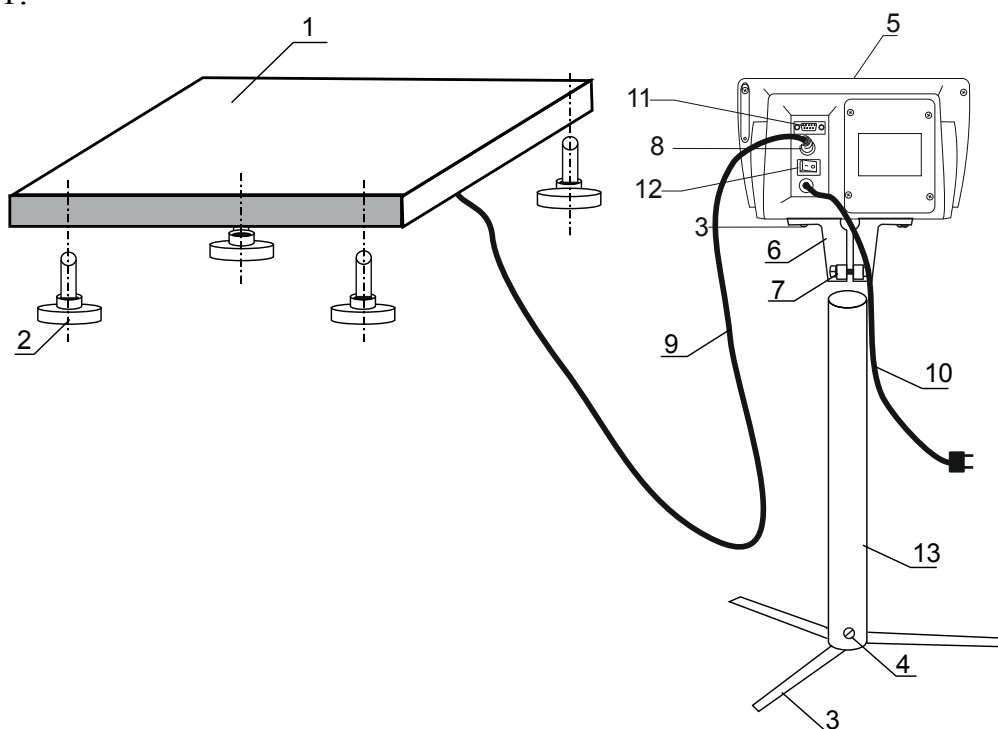
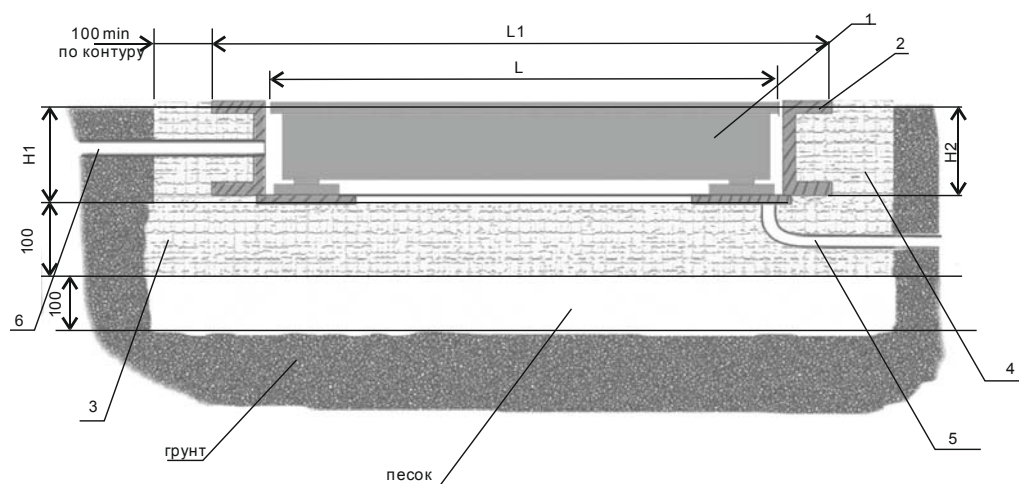
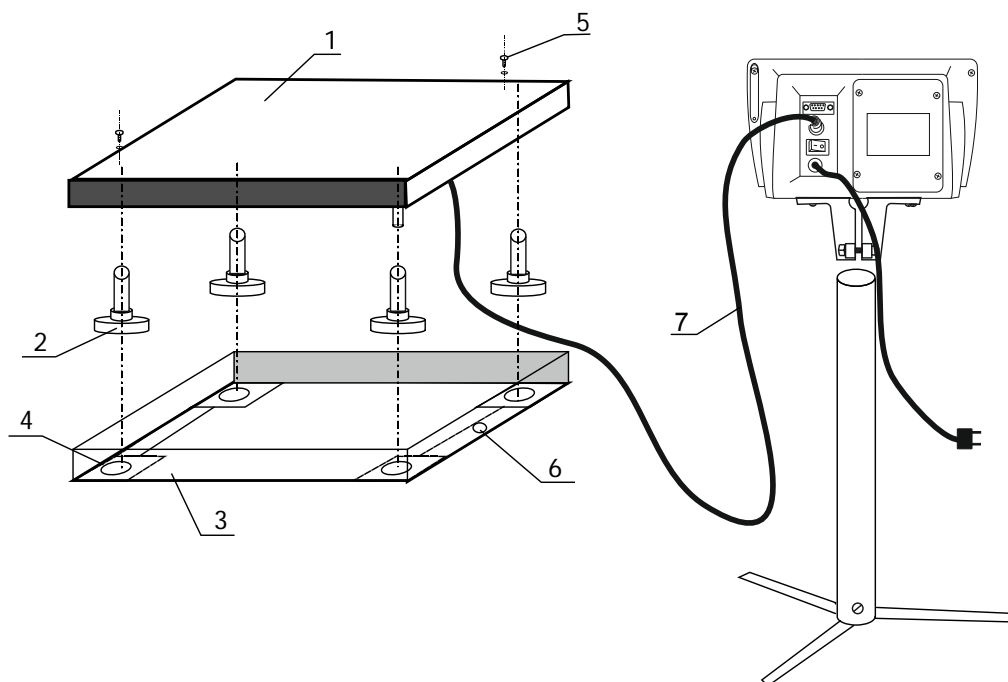

Рис.1
Рис.2
Рис.3
3.1.2. Вверните опоры 2 в резьбовые отверстия в весоизмерительных тензорезисторных датчиках (далее - датчики) грузоприемной платформы 1 (рис.1) так, что бы установить размер Н2 рис. 2 , указанный в табл. 4. Затем заверните контргайку до упора. Выберите горизонтальную и твердую поверхность и установите на нее платформу весов.
Сооружение приямка производится в несколько этапов. Сначала создается котлован размерами  $(L1+200) \times (B1+200)$  и глубиной  $H1+200$ , который на высоту 100 мм заполняется песком (рисунок 2). Затем бетонируется основание 3. Его поверхность должна быть горизонтальной и плоской. При наличии большого количества влаги в помещении, где располагаются весы, в бетонном основании 3 должна быть предусмотрена труба для отвода воды. Также необходимо предусмотреть защиту части соединительного шнура 7 (рисунок 3), проходящего через отверстие 6 в раме, располагающегося за пределами рамы и связывающего платформу и ВИП. Для этого, например, можно использовать стальную трубу с внутренним диаметром не менее 30 мм (поз.6 рисунок 2). После отвердения бетонного основания установите раму в приямок в соответствии с рисунком 2, а пространство между рамой и стенками котлована заполните бетоном. После отвердения бетонной рубашки приступайте к дальнейшей сборке весов.